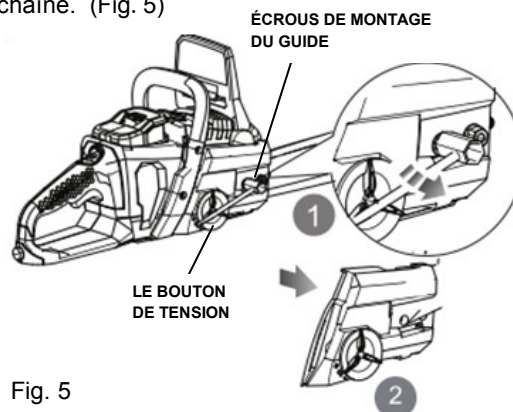

Fig. 5
- Desserrez la chaîne en tournant le bouton de tension dans le sens anti-horaire. Retirez les écrous de montage du guide en utilisant la clé mixte fournie. Retirez le couvercle de chaîne. (Fig. 5)